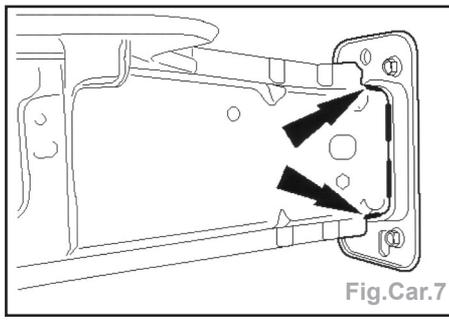

Fig.Car.7
- Souder la bride (flèches) de fixation de traverse intérieure et extérieure par cordon interrompu sous gaz (Fig.Car.7).